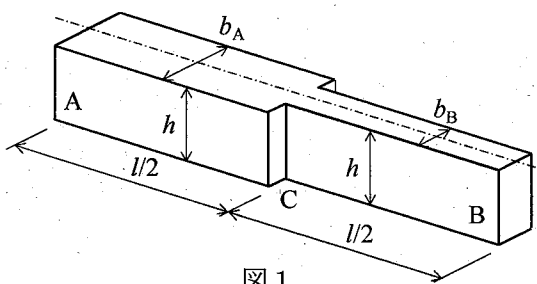
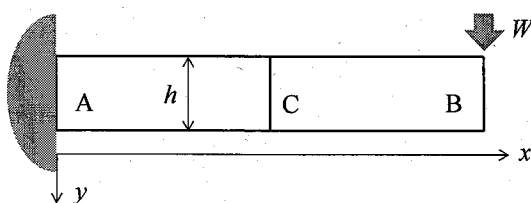
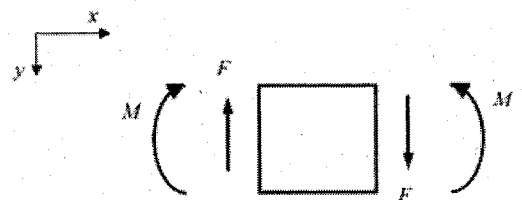

図 1
図 3
図 4
問 1 縦弾性係数 E の材料から作製した図1に示す形状の部材ACB(棒)がある。断面は長方形で高さ h は均一である。一方、幅は C で変化しており、AC間は b_A 、CB間は b_B となっているが、上部に一点鎖線で示したように幅方向の中央の面は一致している。なお、段部における応力集中等は考えない。以下の問に答えよ。
問 2 図1に示す上記問1で説明した部材をはり(梁)と考え、問1同様Aを固定して、今度は図3に示すようにBに横方向下向きの荷重 W をかけた。以下の問いに答えよ。ただし、せん断力 F 、曲げモーメント M は図4の矢印の方向を正とする。
- (1) せん断力図、曲げモーメント図を、図3中の x 座標の方向にあわせてそれぞれ描け。
- (2) AC間、CB間それぞれの断面の断面2次モーメントの表示を書け。
- (3) 部材ACBに生じる最大の曲げ応力の値を示せ。また、それが生じる断面の軸方向の位置と断面上の場所を答えよ。
- (4) AC間、CB間それぞれの断面の断面2次モーメントを I_A 、 I_B と記し、Cにおけるたわみを計算せよ。計算過程を示すこと。